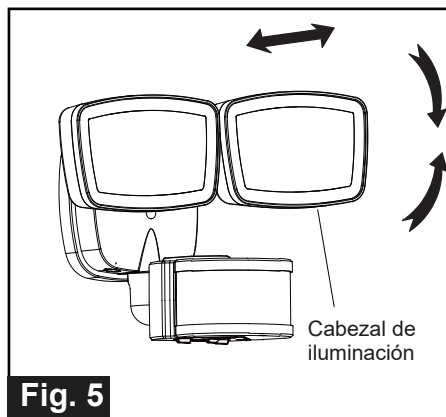

Fig. 5
1. Tome con cuidado los cabezales de iluminación y muévalos hacia arriba o hacia abajo, a la izquierda o a la derecha para ajustar el área de cobertura de la luz. Mantenga los cabezales de iluminación a una distancia de al menos 1 in (25 mm) del sensor. (Vea la Fig. 5)